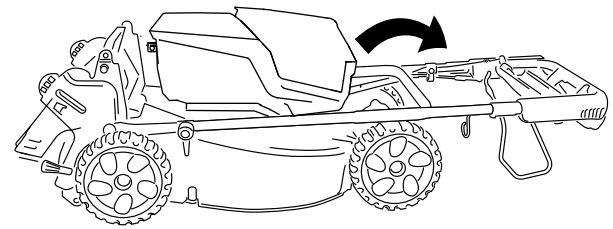

Bild 22
5. Drehen Sie das obere Teil des Griffs zurück in Richtung Motor, siehe Bild 22.